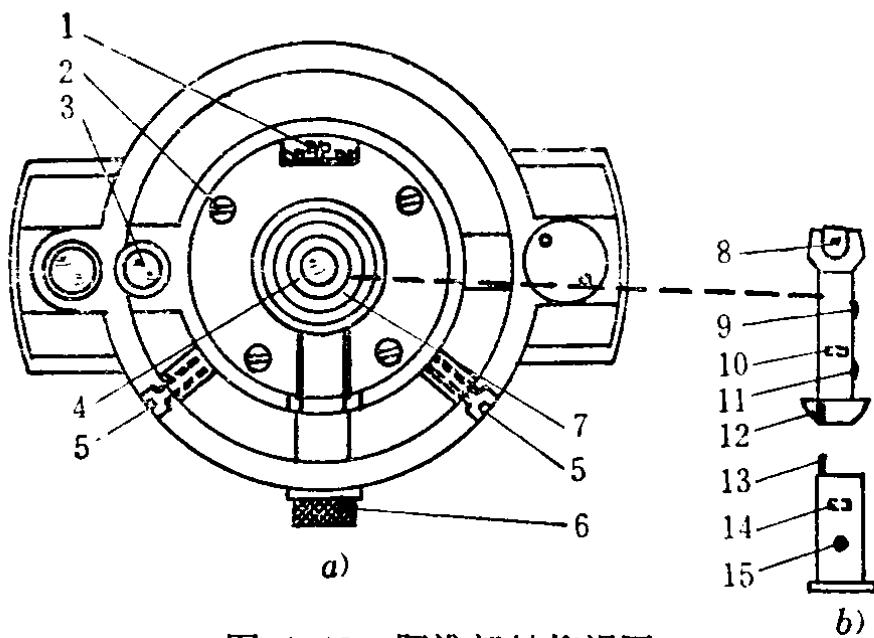

图 1-13 照准部轴仰视图
2. 拆卸光学对中器的物镜和分划板，只要将仪器基座（图1-3之16）取下，旋去照准部轴连接螺丝圈（图1-7a之4）后，就可以从轴心中看到光学对中器的物镜管（图1-13a之4）此时只要用起子轻轻将物镜管边沿撬出一些，就可以把镜管从照准部轴心中抽出。这个镜管分为上下两节，这两节的连接机构仅用一根连接杆插进一条连接槽内，只要握住镜管的两端轻轻一拉即可把它分开，分开后的镜管见图1-13（b）所示。在安装镜管时，先取下光学对中器校正螺丝的两个孔盖（图1-13a之5），略微旋松里面的两个校正螺丝，然后将光学对中器物镜管的上下两节连接起来，使上面一节的转向棱镜b的出光面，对准对中器目镜后插入照准部轴轴心，否则会产生遮光或光路中断现象而影响使用。